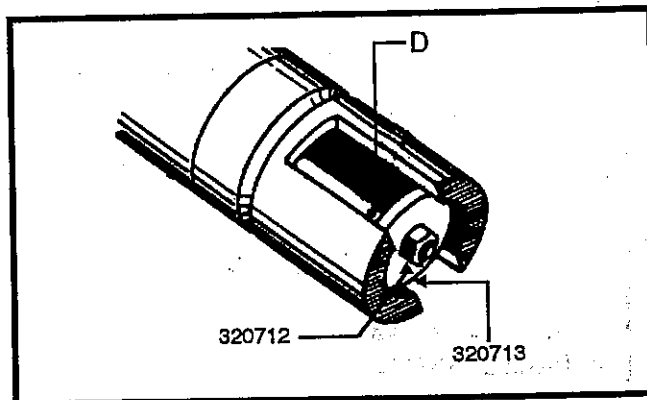

Figure 4 : Retrait du contre-écrou et de la rondelle
- b. Insérez une tige ou un clou dans l'orifice D (Voir la Figure 4) de la tige d'amorçage 330329. Tout en soutenant la tige, enlevez le contre-écrou 320712 et la rondelle 320713.
2. Dévissez le contre-écrou 320712 et retirez celui-ci et la rondelle 320713 de la tige d'amorçage 330329. La tige peut être soutenue à l'aide d'une petite tige ou d'un clou à travers l'orifice D (Voir la Figure 4).
24. Faites glisser la rondelle 320713 sur la tige d'amorçage 330329 et fixez-la solidement à l'aide d'un écrou de blocage élastique 320712. Maintenez la tige en place à l'aide d'un clou ou d'une tige insérée dans l'orifice D de la tige (Figure 4).